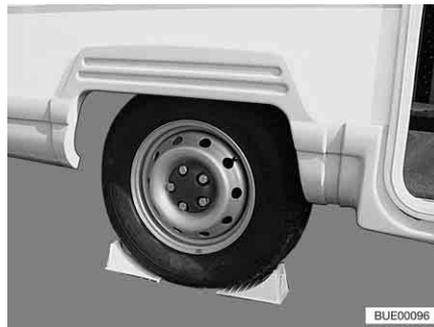

Bild 210 Fahrzeug sichern
- Unterlegkeile oder ähnliche geeignete Gegenstände am gegenüberliegenden Rad unterlegen, um das Fahrzeug zu sichern (Bild 210).